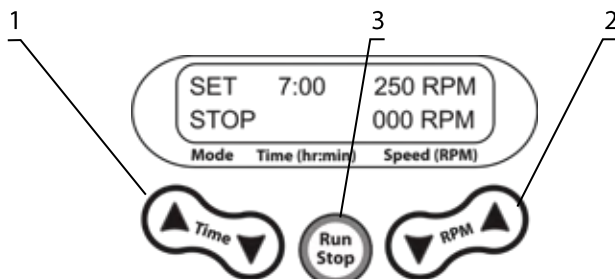

Рисунок 2. Панель управления модели PSU-10i
- 5.1.3. Установите необходимый рабочий интервал времени в часах и минутах (шаг установки 1 минута), используя кнопки **▼** и **▲ Time** (рис. 2/1). При долгом нажатии кнопки, скорость смены значений увеличивается.
- 5.1.4. Установите необходимую скорость перемешивания в оборотах в минуту (шаг установки 10 об/мин), используя кнопки **▼** и **▲ RPM** (рис. 2/2). При долгом нажатии кнопки, скорость смены значений увеличивается. Устанавливаемая скорость отображается в верхнем ряду дисплея.
- 5.1.5. Нажмите кнопку **Run Stop** (рис. 2/3). Платформа начнёт вращение, на дисплее появится индикация RUN и таймер в нижней строке дисплея начнёт отсчитывать время.